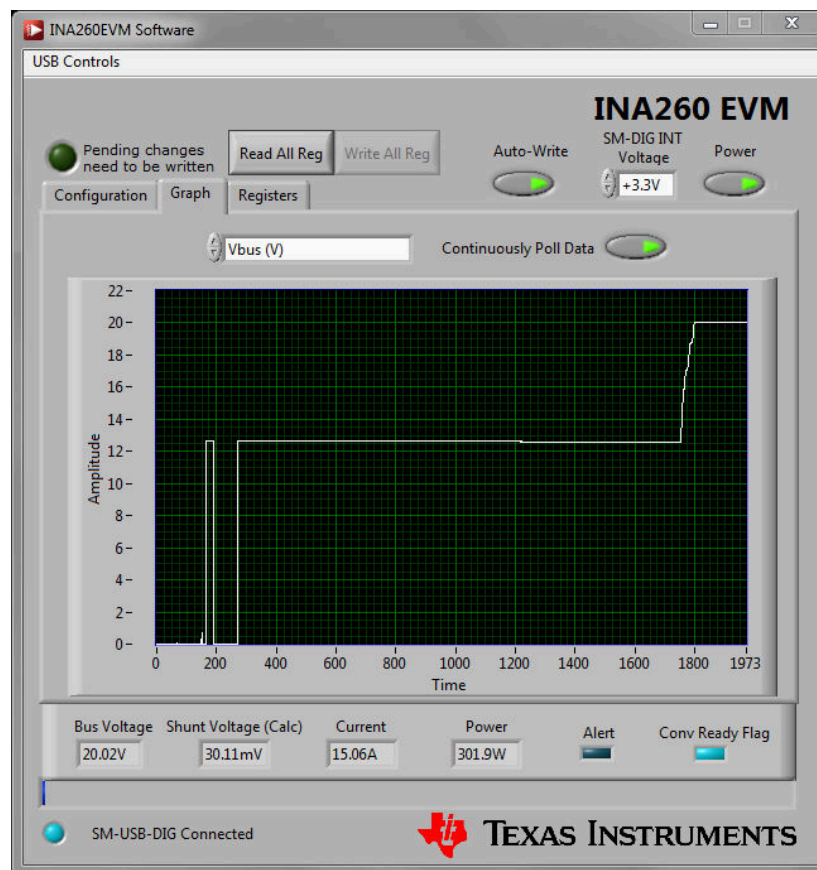

图 4-7. 图形工具页面
**Graph** 工具缓冲并绘制随时间变化的测量数据，类似于示波器，如图 4-7 所示。可以从下拉菜单中更改 Y 轴变量。用户可以点击 **Read All Reg** 按钮以更新图表，或者启用 **Continuously Poll Data** 按钮以连续读取输出寄存器。请注意，在采集新的样本集之前，输出寄存器不会更新。要采集新样本，请点击 **Write All Reg** 按钮或将 INA260 配置为连续触发模式。